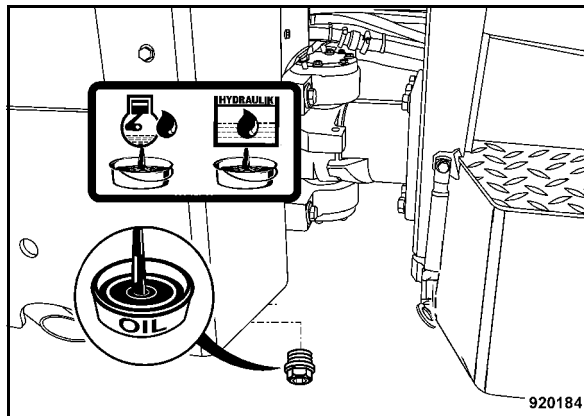

Fig. 108
- Desenroscar el tornillo de descarga de la izquierda (Fig. 108) y recoger el aceite usado saliendo.